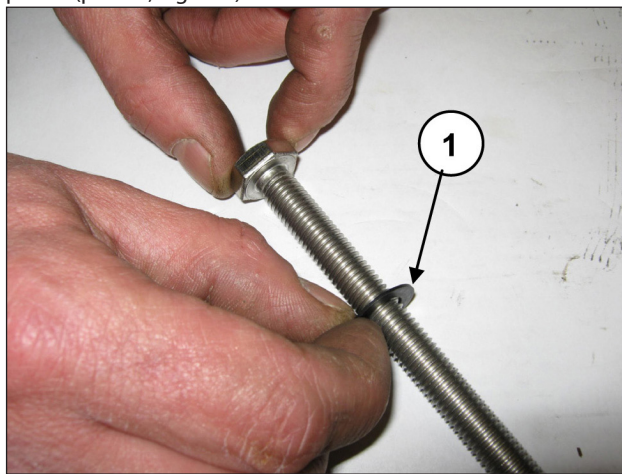

Fig. 176
Introducir la arandela Ø10x18x0.9 en el tornillo de fijación del pistón (pos. ①, Fig. 176).